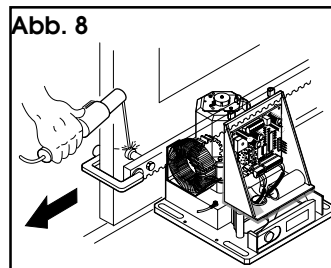

Abb. 8
4) Das erste Zahnstangenelement beim ersten Distanzstück auf das Ritzel auflegen (Abb. 8).
5) Das Zahnstangenelement mit einer Schraubzwinde am Torflügel befestigen (Abb. 8).